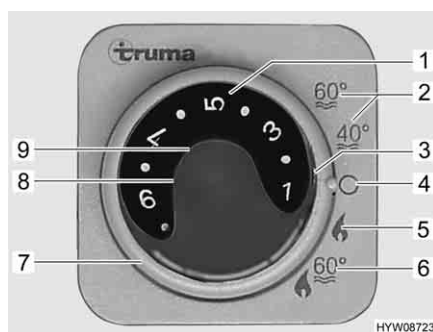

Fig. 105 Centralina di controllo per riscaldamento/boiler
- Impostare la modalità di funzionamento tramite l'interruttore girevole (Fig. 105,7).
A seconda della temperatura ambiente desiderata, il riscaldamento seleziona automaticamente il livello del bruciatore necessario. Al raggiungimento della temperatura ambiente desiderata, il bruciatore si spegne. Durante la modalità di funzionamento "Riscaldamento e boiler" (Fig. 105,6) viene riscaldata anche l'acqua nel boiler. Nella modalità di funzionamento "Riscaldamento senza boiler" (Fig. 105,5) è possibile far funzionare il riscaldamento con il boiler vuoto.
- Impostare la manopola della temperatura (Fig. 105,1) sulla centralina di controllo scegliendo il livello di potenza desiderato.
- Posizionare l'interruttore girevole (Fig. 105,7) su funzionamento invernale "Riscaldamento senza boiler" (Fig. 105,5) o su funzionamento invernale "Riscaldamento e boiler" (Fig. 105,6).
Si accende la spia di controllo verde (Fig. 105,3).
- Posizionare l'interruttore girevole (Fig. 105,7) su "O" (Fig. 105,4).